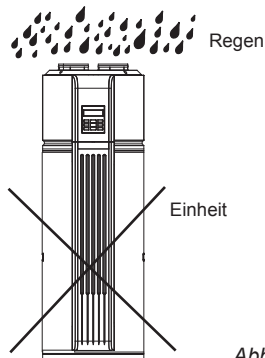

Abb. 3-6
- Falls Regen oder Feuchtigkeit zu den internen Komponenten der Einheit gelangt, können diese möglicherweise beschädigt werden oder Verletzungen verursachen. (Abb. 3-6)